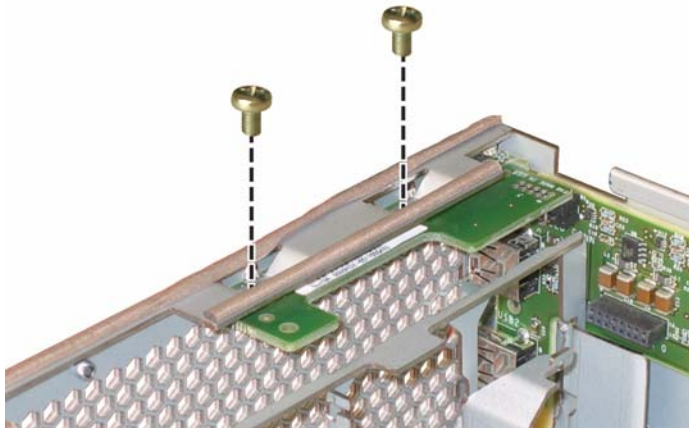

图 4-25 旋下前面板指示灯板螺丝
a. 旋下将前面板指示灯板固定到机箱的两颗螺丝。请参见图 4-25。